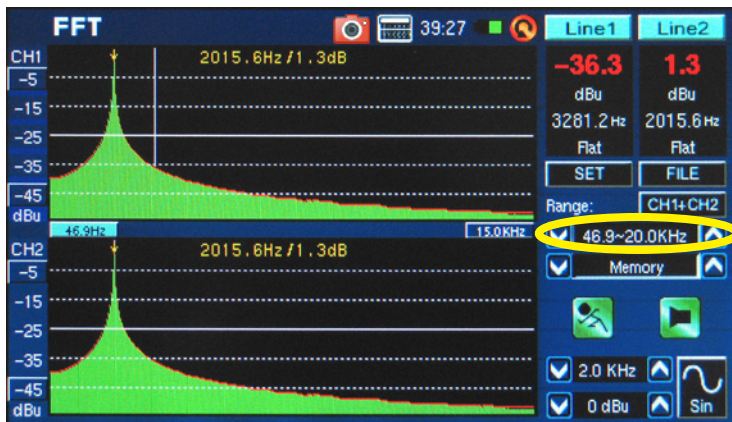

figure 64
10. 周波数レンジ (Frequency Range、図64) – 周波数レンジはFFT機能時のみ選択ができます。FFT機能で0.2Hz～20KHz間で13の異なる周波数レンジが選択できます。